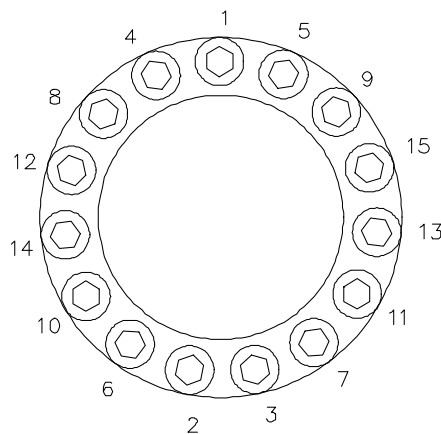

Fig 47 Dragningsordning
- Kontrollera rotorspelet och jämför det med tabellen i avsnitt 8. 1. En justering av spelet görs enkelt genom vridning av axlarna (5.01 och 5.02) i förhållande till varandra. När optimalt spel har uppnåtts, dra åt de synliga skruvarna i hållaren (5.16), för att hålla kugghjulet på plats. Ta bort verktyget och tillhörande pinnbult och mutter. Dra åt skruvarna i hållaren (5.16) med korrekt moment, se avsnitt 8.2. Gör dragningen i anvisad ordning. Se fig 47.
- Dra försiktigt åt de synliga skruvarna på låshylsan för att låsa rotorn i sin position. Ta bort verktyget och dra åt skruvarna i låshylsan (2.05) till korrekt moment se avsnitt 8.2. Gör dragningen i anvisad ordning, se Fig 47.